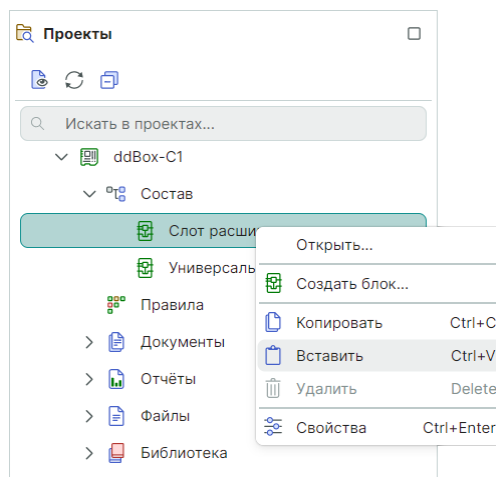

Рис. 254 Вставка блока в тот же проект
2. В текущем проекте в дереве проектов «Проекты» → «Состав» вставьте блок из буфера, см. Рис. 254.